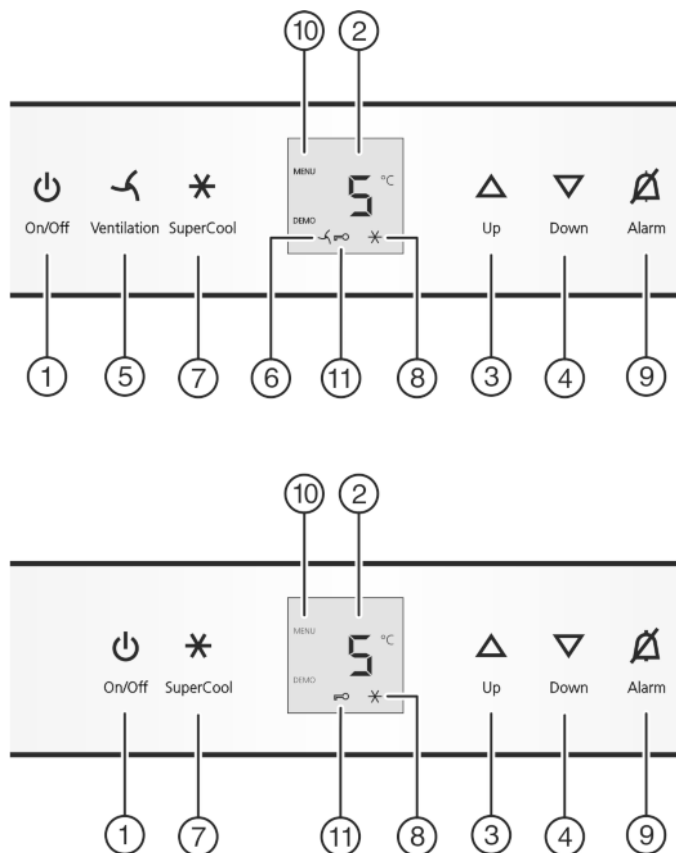

Fig. 2
- ▶ Натисніть клавішу On/Off Fig. 2 (1).
- ▶ Вмикання режиму настройки: натисніть клавішу SuperCool Fig. 2 (7) і утримуйте близько 5 секунд.
- ▶ Для підтвердження натисніть і швидко відпустіть клавішу SuperCool Fig. 2 (7).
- ▶ Для увімкнення функції захисту натисніть і швидко відпустіть клавішу SuperCool Fig. 2 (7).
▷ Світиться символ "Функція захисту" Fig. 2 (11). На індикаторі блимає **с**.
- ▶ Для вимкнення функції захисту натисніть і швидко відпустіть клавішу SuperCool Fig. 2 (7)..
▷ Гасне символ функції захисту Fig. 2 (11). На індикаторі блимає **с**.
- ▶ Вихід з режиму настройки: Натисніть клавішу On/Off Fig. 2 (1).
- ▶ натисніть сигнальну клавішу Alarm Fig. 2 (9).
- ▶ Налаштування більш високої температури: Натисніть клавішу Up Fig. 2 (3).
- ▶ Налаштування більш низької температури: Натисніть клавішу Down Fig. 2 (4).
- ▶ натисніть і швидко відпустіть клавішу SuperCool Fig. 2 (7).
- ▷ Світиться символ SuperCool Fig. 2 (8).
- ▷ Вимикається символ SuperCool Fig. 2 (8).
- ▶ Натисніть і швидко відпустіть клавішу "Вентилятор" Fig. 2 (5).
- ▷ Світиться символ "Вентилятор" Fig. 2 (6).
- ▷ Гасне символ "Вентилятор" Fig. 2 (6).